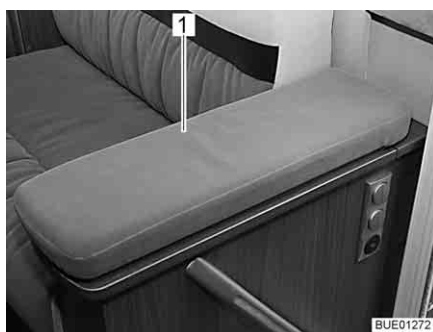
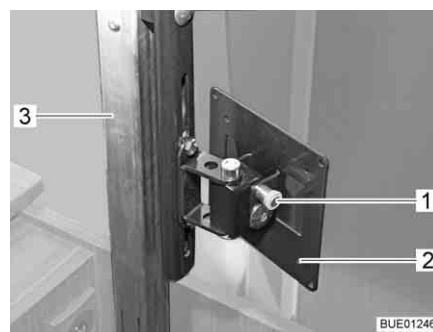

Bild 66 TV-fack
Bild 67 Lyftmekanism
- Tryck, i mitten, lätt ner locket (Bild 66,1) till TV-facket. Den höj- och sänkbara pelaren (Bild 67,3) låses upp och körs uppåt.
- Drag ut låsknappen (Bild 67,1) och vrid fästet (Bild 67,2) med den platta bildskärmen till önskat läge.
- Vrid tillbaka den platta bildskärmen till utgångsläget, tills fästet (Bild 67,2) hakar fast i låset.
- Tryck ner locket (Bild 66,1) i mitten mot den höj- och sänkbara pelarens (Bild 67,3) motstånd, tills låset hakar fast.